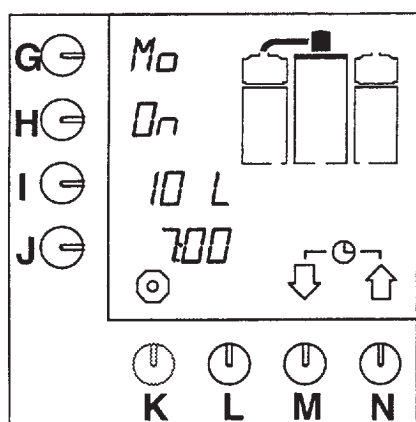

Рис.13 Таймер режима ожидания
- Часы на дисплее высветятся, и система будет готовить кофе в установленное время. Время ожидания появится на дисплее (рис. 13).
- Режим ожидания появится на дисплее (рис. 13).